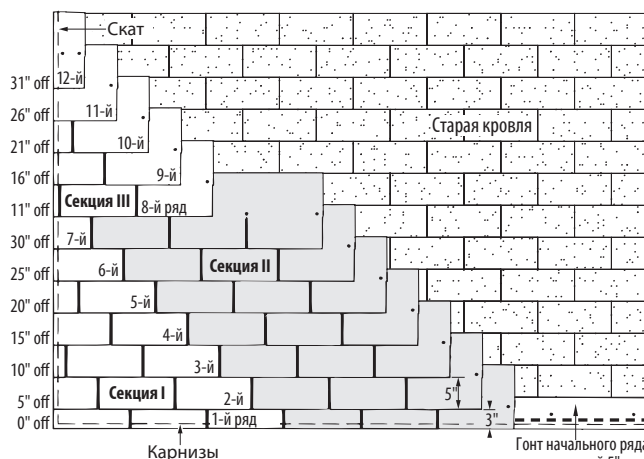

Рис. 13-15. Двенадцать вверх, на пять обрезка, встык.
2. Отрежьте 12,7 см первого гонта начального ряда и уложите получившийся кусок длиной 78,7 см на первый ряд в левом нижнем углу существующей кровли (Рис. 13-15).
1. Первый ряд укладывается из полосовых гонтов размером 25,4 см x 91,4 см, изготовленные путём обрезки язычков стандартных гонтов в нижней части на 5 см. (Рис. 13-15).
1. В начале второго ряда отрежьте 12,7 см с левого края гонта и расположите его верхний край встык с кромкой гонта в старом четвёртом ряду (Рис. 13-15).
5. В результате будет закончена «Секция I» (Рис. 13-15) и уложены первые семь рядов 12-рядного повторяющегося цикла.
1. В начале восьмого ряда отрежьте 27,9 см от левого края гонта и наложите кусок шириной 63,5 см на гонт седьмого ряда вровень с его левым краем (Рис. 13-15).